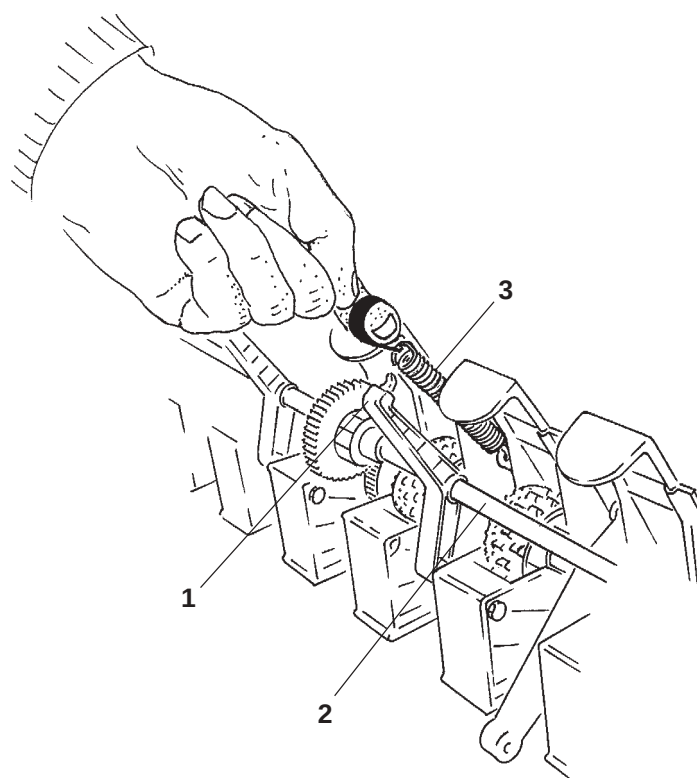
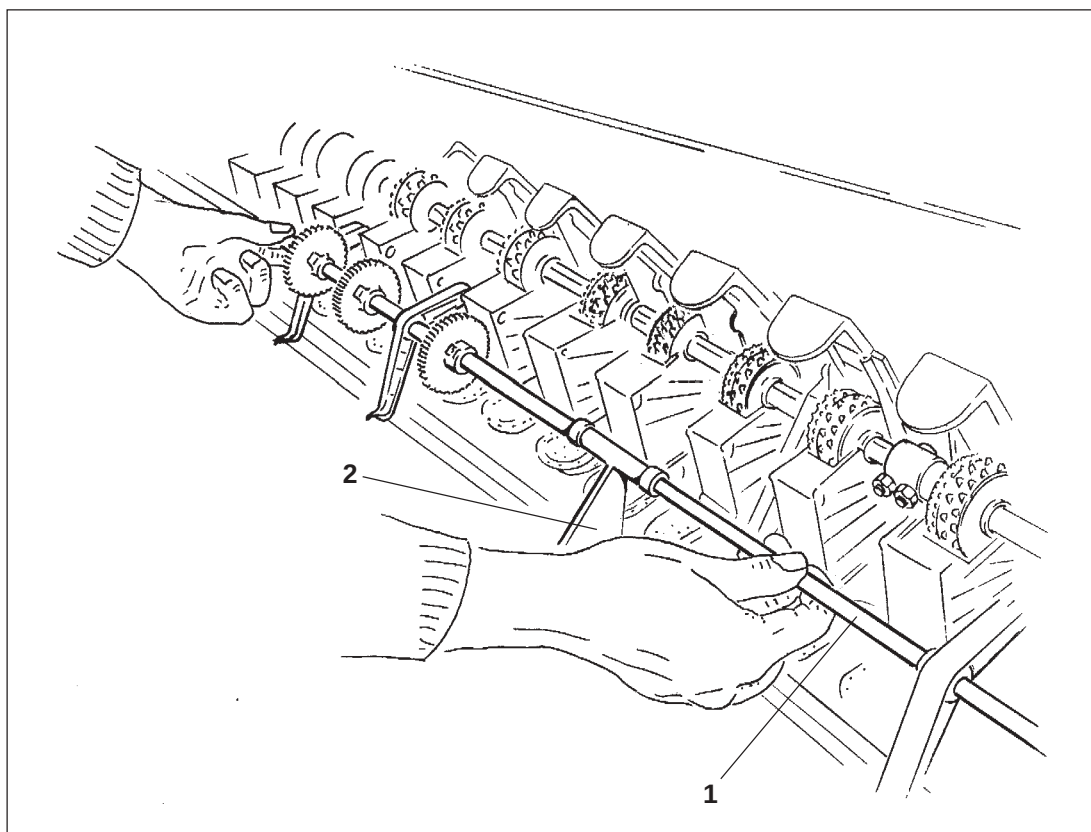

Рис. 13.11
Рис. 13.12
- Поворотный кронштейн (Рис. 13.11/1) промежуточного вала (Рис. 13.11/2) закреплены пружиной.
Снимите пружины (Рис. 13.11/3) и откиньте промежуточный вал (Рис. 13.12/1). При этом крепление (Рис. 13.12/1), которое аксиально закрепляет промежуточный вал необходимо вынуть из пазов высевной коробки.